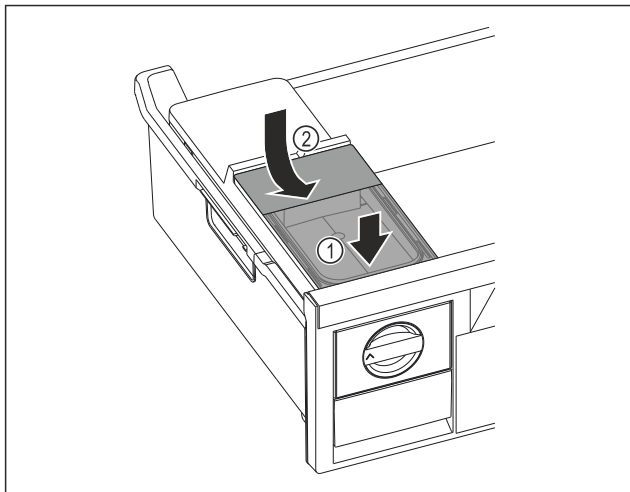

Fig. 98
- Postavite spremnik za vodu sprijeda. Fig. 98 (1)
- Spustite spremnik za vodu straga. Fig. 98 (2)